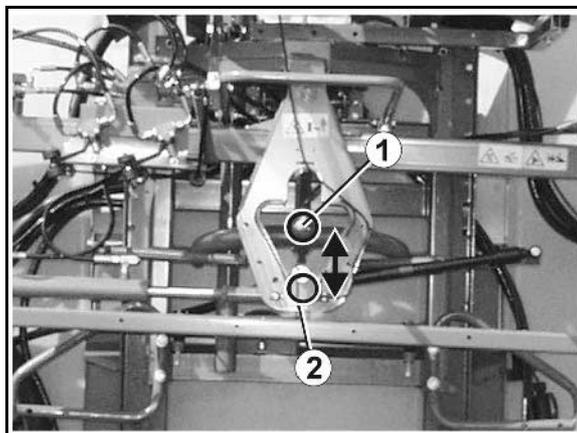

Рис. 83
Разблокирование устройства гашения колебаний (Рис. 83/1):
- Устройство гашения колебаний (Рис. 83/1) разблокировано, если на дисплее **AMATRON⁺** появляется символ открытого замка.
- Устройство гашения колебаний (Рис. 83/1) разблокируется, и разложенные штанги опрыскивателя смогут свободно колебаться по отношению к балке. Здесь защитное приспособление с устройства гашения колебаний для лучшей демонстрации снято.
Блокировка устройства гашения колебаний (Рис. 83/2):
Устройство гашения колебаний (Рис. 83/2) заблокировано, если на дисплее **AMATRON⁺** появляется символ закрытого замка.